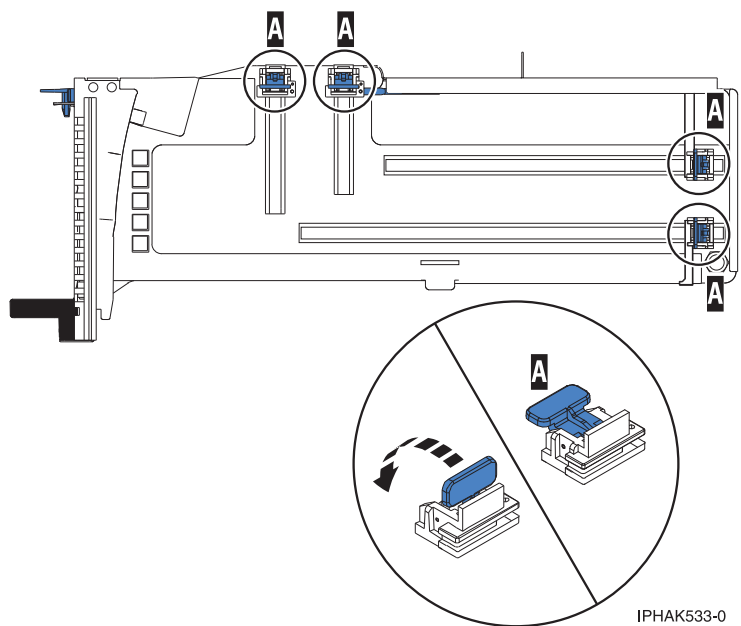

図 38. アダプター保持具
- b. アダプターを取り付けられるように、必ずすべてのアダプター保持具 (A) をカセットの端に押し出しておいてください。 63 ページの図 38を参照してください。